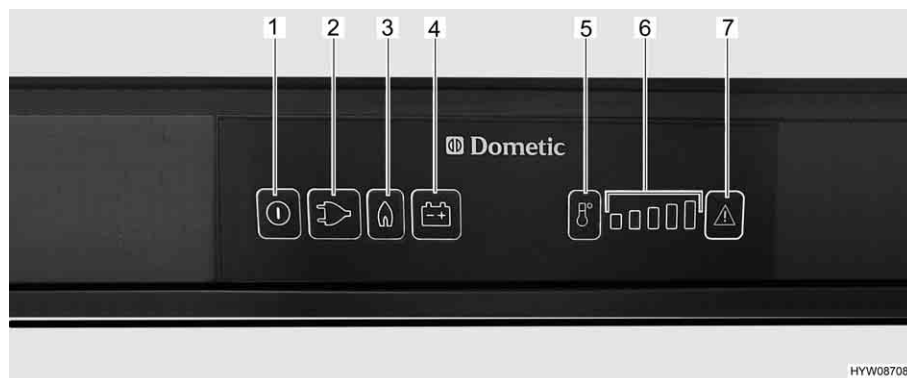

Fig. 226 Elementos de mando para el frigorífico (Dometic de la serie 8 con SMSE)
- Pulsar la tecla On/Off (Fig. 226,1) por aprox. 2 segundos. El frigorífico se conectará. Se iluminará la tecla modo de funcionamiento seleccionado más recientemente.
- En caso necesario, pulsar la tecla para el modo de funcionamiento "Gas" (Fig. 226,3). La tecla se iluminará. El suministro de gas está abierto. El encendido se realiza automáticamente. Se oye un sonido de tic-tac hasta que el proceso de encendido se haya llevado a cabo con éxito.
- Ajustar la temperatura de refrigeración con la tecla de selección de nivel de temperatura (Fig. 226,5).
- En caso necesario, pulsar la tecla de modo de funcionamiento "230 V" (Fig. 226,2). La tecla se iluminará.
- En caso necesario, pulsar la tecla de modo de funcionamiento "12 V" (Fig. 226,4). La tecla se iluminará.